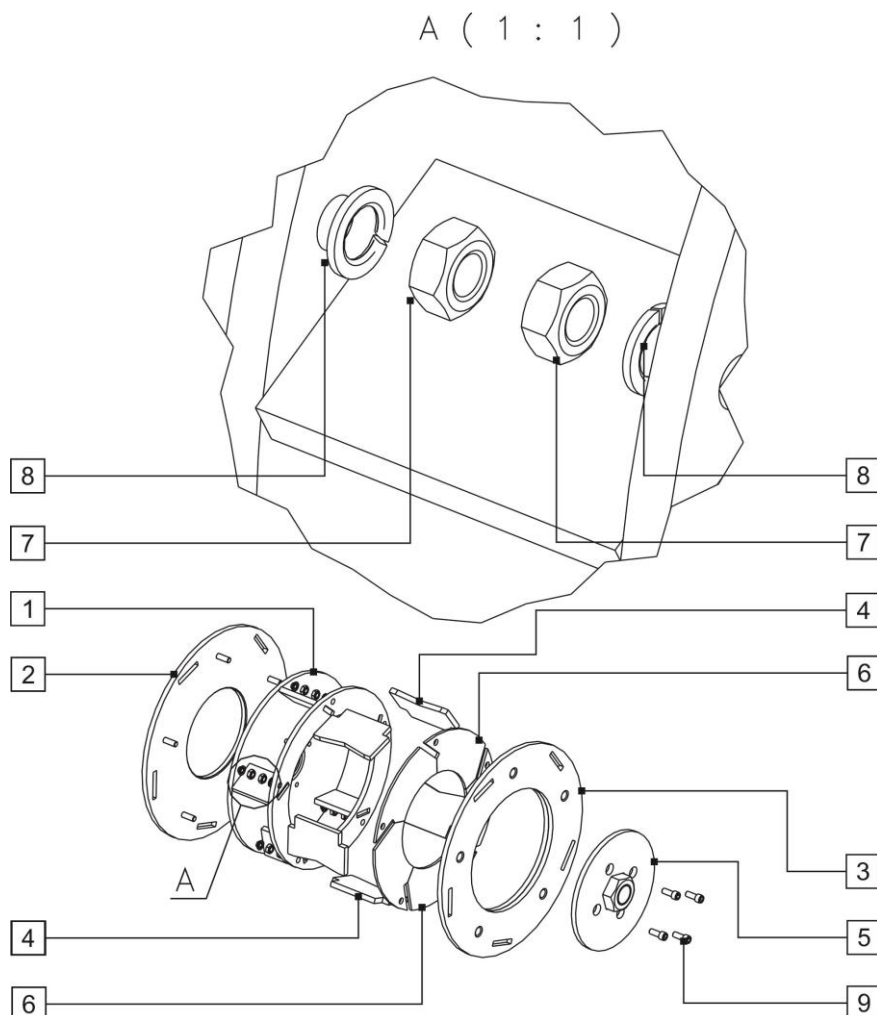

Рис. 3
Изделие (Рис.3) состоит из монокорпуса (1), в нижней части которого находится блок элеватора (2), в средней - шлюзовой затвор (3) перегрузки «крупки», в верхней - динамический воздушно-центробежный классификатор (4). С противоположной стороны монокорпуса (1) расположены: обечайка амортизационного блока (5) ротора-ускорителя, электродвигатель привода ротора-ускорителя, кожух клиноременной передачи (6), винтовой конвейер-питатель (7) с опорой (8), бункер сырья (9) на раме (10).
Ротор-ускоритель (Рис. 3, Табл. 2) состоит из: корпуса ТКА2-02.100 (1) с приварной втулкой, кольца ротора РОТ-02.200 (2), диска ротора РОТ-02.300 (3), ускорителей (сменных пластин) ТКА2-02.002 (4), крышки ротора ТКА-12.000 (5), сегментов подкладных РОТ-02.003 (6).